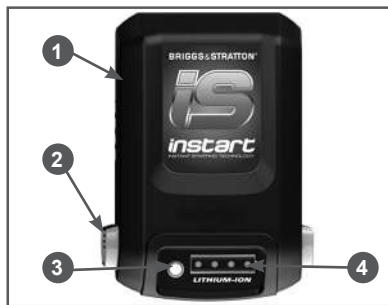

Рис. 11 Основные элементы аккумулятора
Основные элементы аккумулятора показаны на Рис. 11.
4. Когда загорится зеленый индикатор, указывающий на полный заряд аккумулятора, извлеките аккумулятор из зарядного устройства. Для извлечения аккумулятора нажмите кнопки 2 фиксатора (Рис. 11) и извлеките аккумулятор из зарядного устройства.
Для проверки имеющегося заряда нажмите кнопку 3 указателя уровня заряда аккумулятора (Рис. 11). Световые индикаторы 4 будут указывать на приблизительный уровень заряда аккумулятора (Рис. 11).